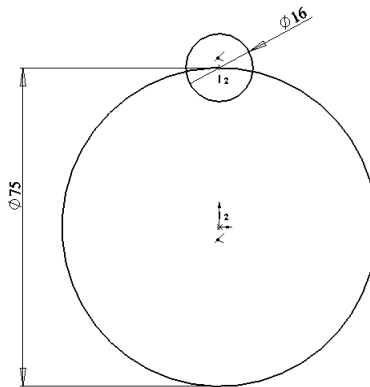

Рисунок 1.7 – Ескіз елемента кругового масиву
- побудувати ескіз, зображений на рис. 1.7;